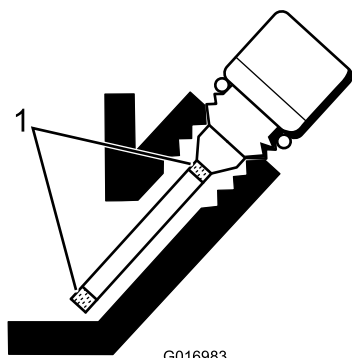

図 30
5. 不足であれば、ゲージの網目模様部分の中間位置になるまで補給する 図 30。